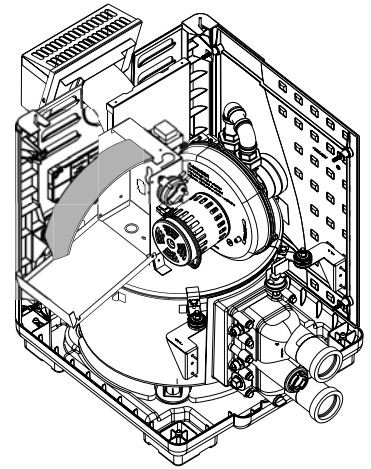

Figura 21.
3. Abra la tapa de la caja de control (ver Figura 21).